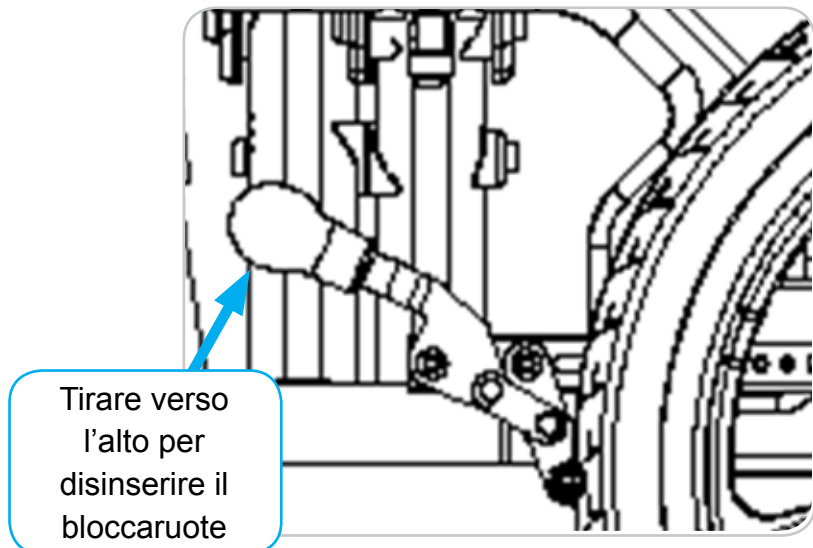

Figura 4
2. Per disinserire il bloccaruote, tirare la leva verso l'alto. Cfr. Figura 4.